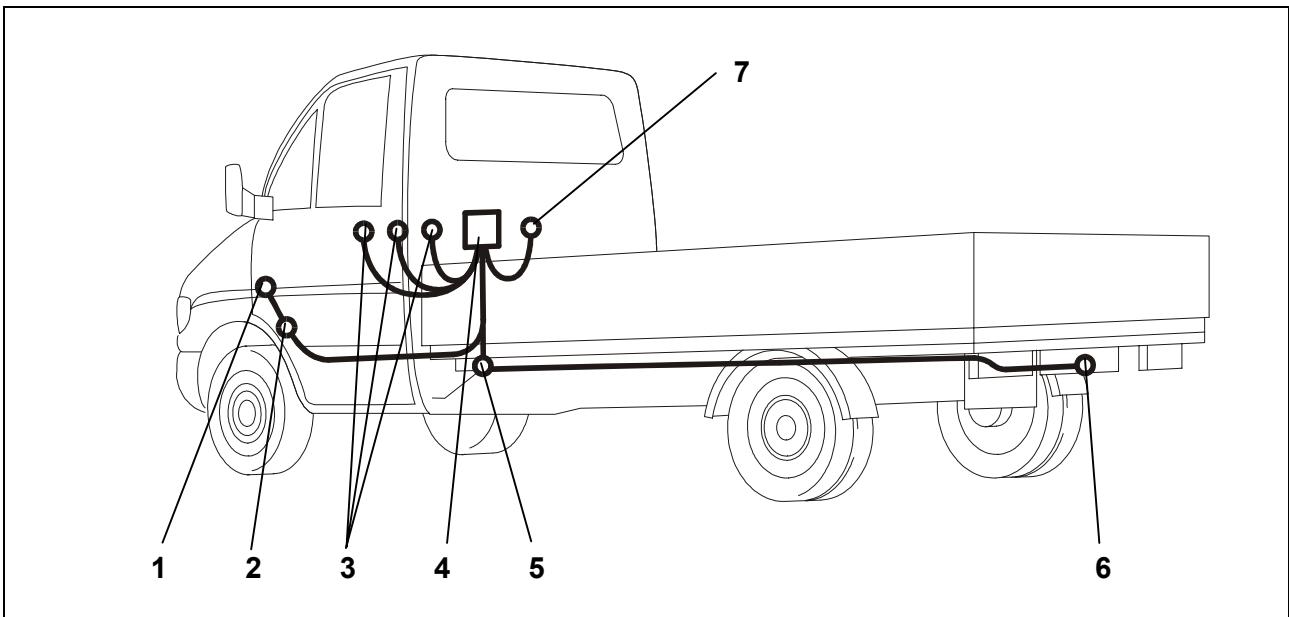

Abb. 1: Einbauübersicht
4. Das Leitungsende durch die Kabel-Durchführung (Abb. 1/5), ausgehend vom Innenraum, nach außen verlegen.
5. Die Gummitülle in die Kabel-Durchführung (Abb. 1/5) einsetzen.
6. Den Leitungsstrang unter dem Fahrzeug entlang zum Steckdosenthalblech (Abb. 1/6) verlegen und mit Kabelbindern befestigen.
10. Die Steckdose mit den beiliegenden Schrauben und Muttern am Steckdosenthalblech (Abb. 1/6) festschrauben.
13. Das Anhängermodul (Abb. 1/4) mit Klettband an geeigneter Stelle befestigen.
14. Die braunen Leitungen mit der Ringöse an einem fahrzeugseitigen Massepunkt (Abb. 1/7) anschließen.